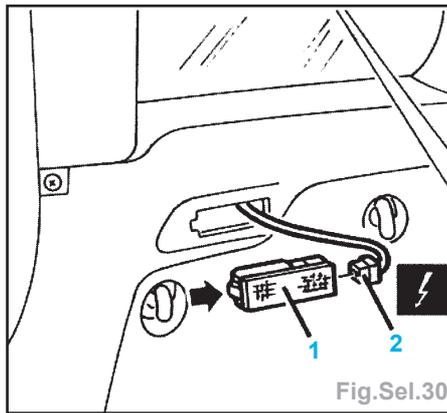

Fig.Sel.30
- le porte-lampe du plan de charge (côté G) (Fig Sel.30),
- le porte-lampe du plan de charge (Fig.Sel.30),